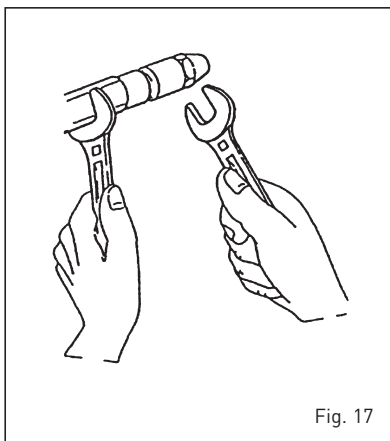

Fig. 17
4.7.3 Sustitución del inyector [fig. 17]
- Bloquear el porta inyectores utilizando una llave n° 19 y destornillar el inyector con una llave n° 16 [fig. 17].